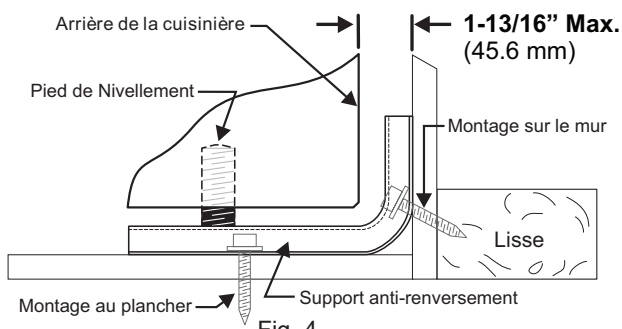
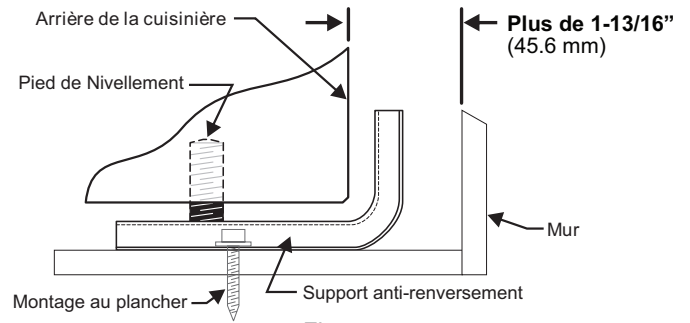

Fig. 4
Fig. 5
- a. **Installation du support à l'aide du gabarit** (le support peut être installé sur le côté gauche ou sur le côté droit de la cuisinière. Reportez-vous aux Figures 4, 5 et 7 pour l'installation du support si aucun gabarit n'est fourni).
Pour effectuer le montage sur le mur (Fig. 4), installez le support en plaçant le bord arrière du gabarit contre le mur qui se trouve à l'arrière de la cuisinière et le bord latéral du gabarit sur la marque servant de repère pour l'emplacement du côté de la cuisinière. Placez le support sur le dessus du gabarit et faites des marques sur le mur pour indiquer à quel endroit seront insérées les vis. Si l'arrière de la cuisinière se trouve à plus de 4,5 cm (1-13/16 po) du mur lorsqu'elle est installée, fixez le support au plancher (voir Fig. 5).